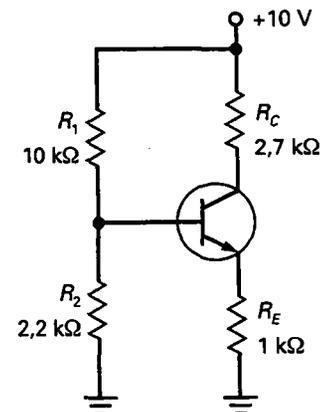

Figura 8-20
- 8-2. ¿Cuál es la tensión de emisor de la Figura 8-20?
- 8-8. ¿Cuál es el punto Q para el circuito de la Figura 8-20?